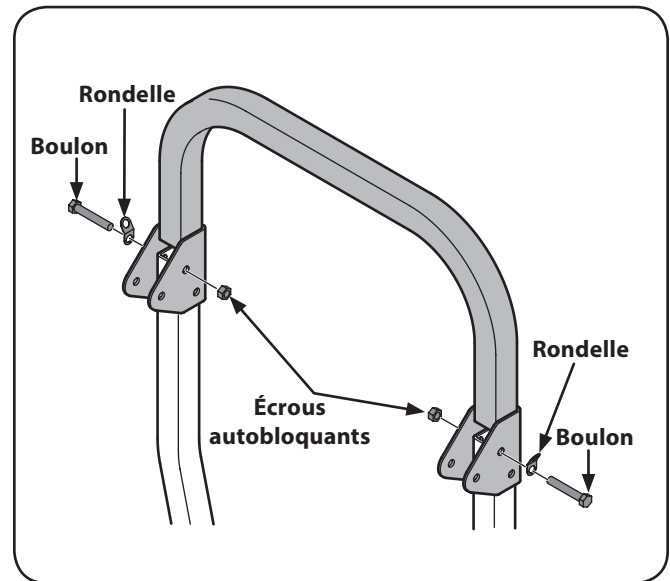

Figure 3-4
4. Installez la partie supérieure de la structure de protection anti-retournement sur les poteaux inférieurs. Insérez les boulons et les écrous. Voir Figure 3-4.